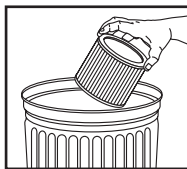

FIGURA 20
25. Para limpiar el filtro de cartucho agítelo o cepíllelo para quitar el exceso de suciedad. **FIGURA 20.**